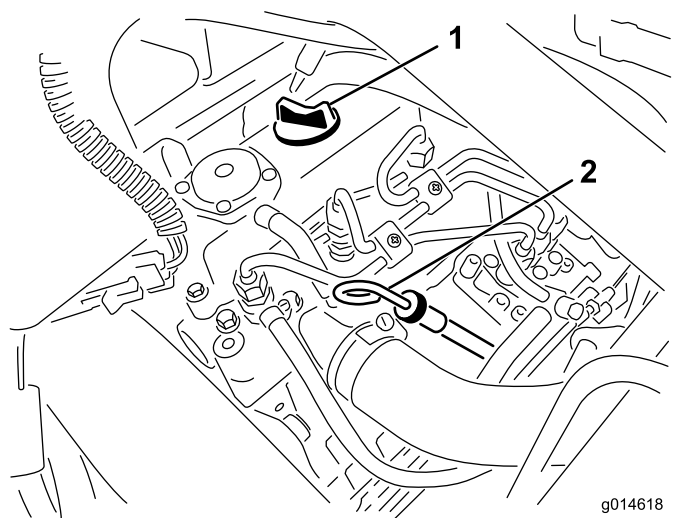

Figure 21
2. Retirez la jauge et essuyez-la sur un chiffon propre (Figure 21).